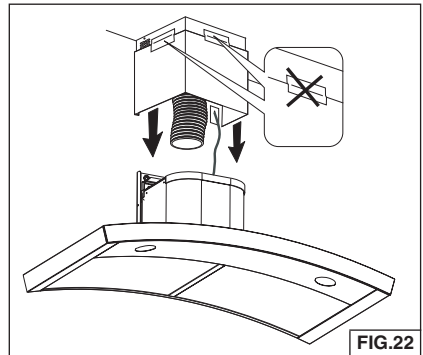

FIG.22
10. Quite la cinta de los tubos de humos y baje en posición sobre la campana. Fig. 22.